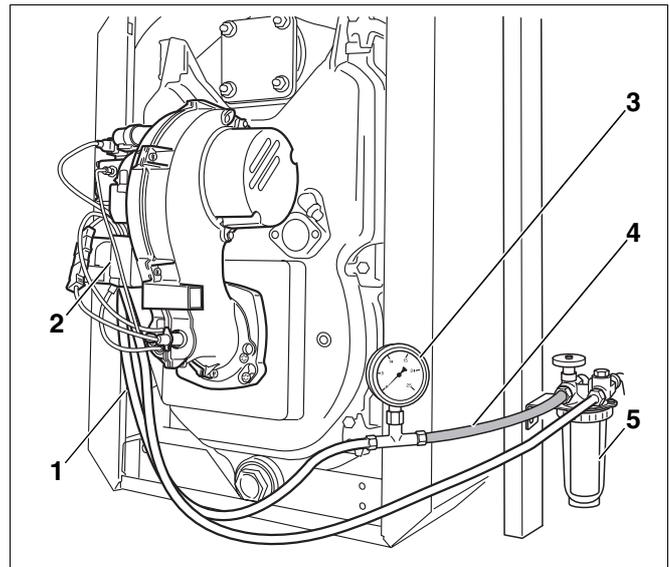

Abb. 13 Ölfilter, Vakuummeter und transparenter Schlauch
- Vakuummeter (Abb. 13, **Pos. 3**) mit transparentem Schlauch (Abb. 13, **Pos. 4**; Zubehör), wie in Abbildung 13 dargestellt, zwischen Ölfilter (Abb. 13, **Pos. 5**) und Ölsaugleitung (Abb. 13, **Pos. 1**) montieren.
- Ölfeuerungsautomat (Abb. 13, **Pos. 2**) vom Sockel abziehen.
- Blasenfreiheit des angesaugten Öls über den transparenten Schlauch (Abb. 13, **Pos. 4**) kontrollieren.
- Ölabsperrhahn am Ölfilter (Abb. 13, **Pos. 5**, Seite 18) schließen und transparenten Schlauch (Abb. 13, **Pos. 4**, Seite 18) mit Vakuummeter (Abb. 13, **Pos. 3**, Seite 18) demontieren.
- Ölansaugleitung (Abb. 13, **Pos. 1**, Seite 18) an den Filteranschluss des Ölfilters (Abb. 13, **Pos. 5**, Seite 18) anschrauben.
- Ölabsperrhahn am Ölfilter (Abb. 13, **Pos. 5**, Seite 18) öffnen.